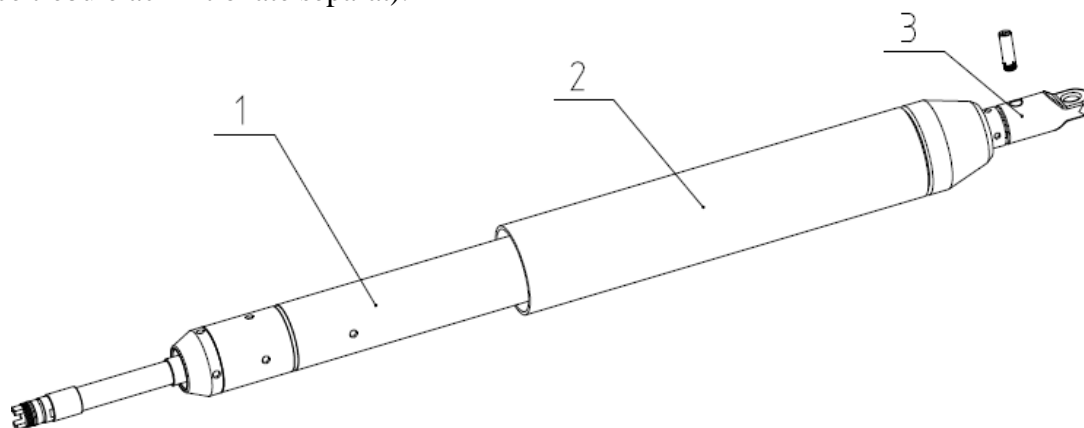

Figura 9.12.1
- n) Dați aerul afară ușor prin deschiderea cu atenție a supapelor (6).
- o) Închideți supapele (5).
- p) Pentru a sigila și lubrifia pistonul (2) puteți introduce puțină apă prin supapa (6) în furtun (4).
- r) Închideți supapa (6)
Pentru a obține găuri de foraj mai largi cu instrumentele de largire (Figura 9.12.1), procedați în felul următor: trebuie să folosiți racheta (1), expandorul (2), capatul de remorcare (3) și în plus un troliu și cablu (ce trebuie achiziționate separat).